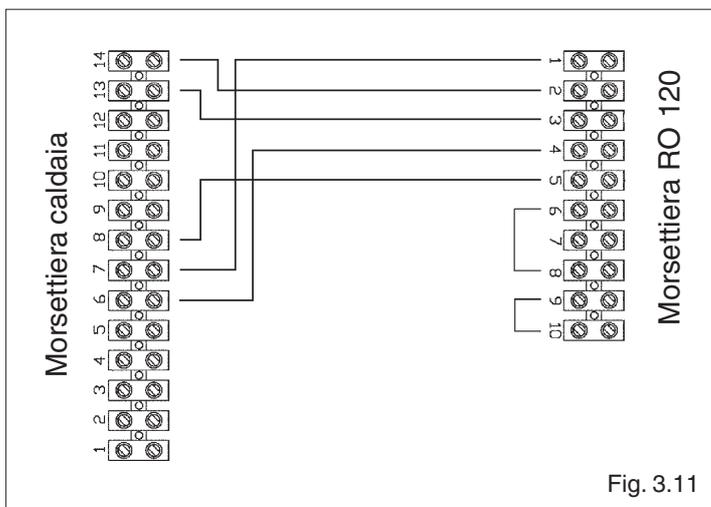

Fig. 3.11
- eseguire i collegamenti elettrici come indicato (fig. 3.11)
- rimontare il coperchio di protezione della morsetteria (M) rifissandolo con le due viti